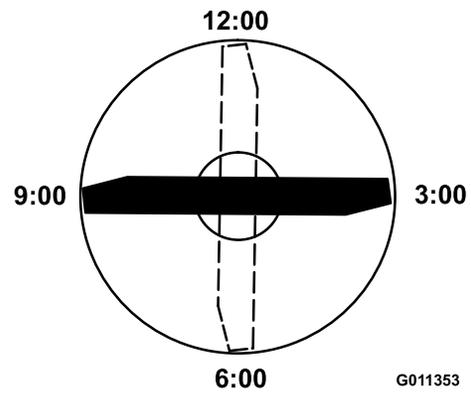

Figure 86
4. Positionnez le tranchant de l'extrémité marquée à la position 12 heures (droit devant dans la direction de la tonte) (Figure 86) et mesurez la hauteur de la surface plane au tranchant de la lame.
5. Tournez l'extrémité marquée de la lame aux positions 3 et 9 heures (Figure 86) et mesurez les hauteurs respectives.